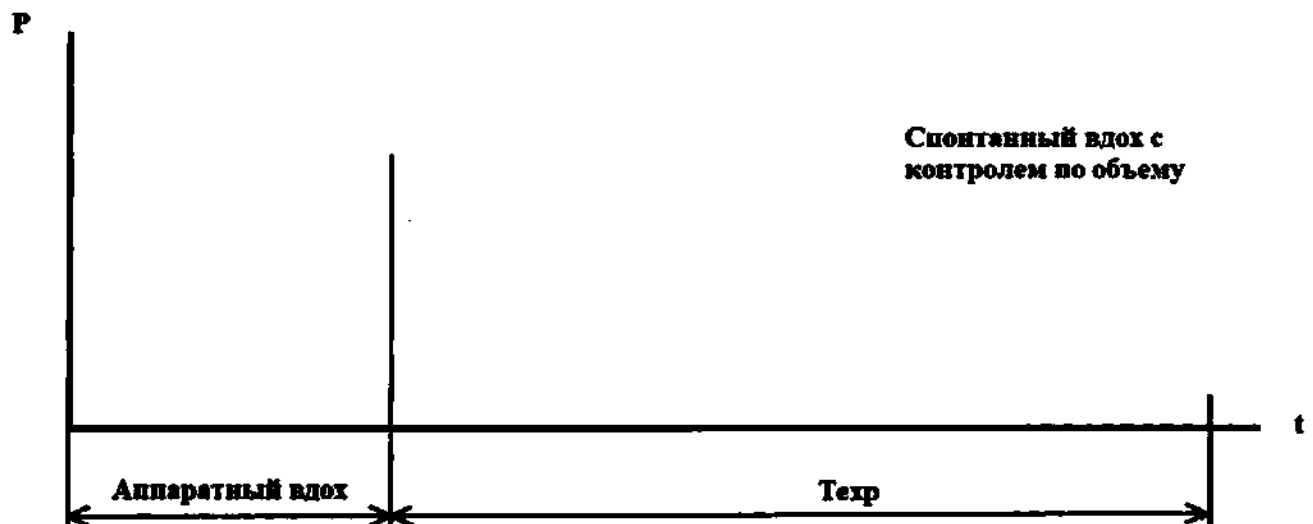

Рисунок 1 Пр. 1.3 – Схема работы режима SIMV/VC при установке SpontWnd 0 %
– При установке значения SpontWnd 0 % при попытке вдоха пациента аппарат поддержит вдох по правилам режима SIMV/VC, т.е. с контролем по объему вдоха (рисунок 1 Пр. 1.3).